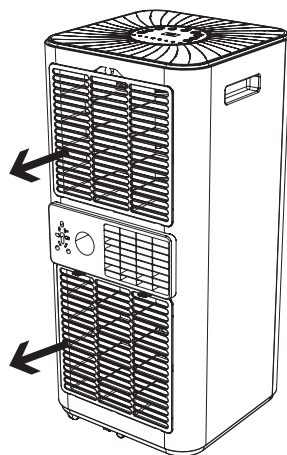

Рис. 18
1. Откройте крышку воздухозаборной решетки и извлеките фильтры согласно рис. 18